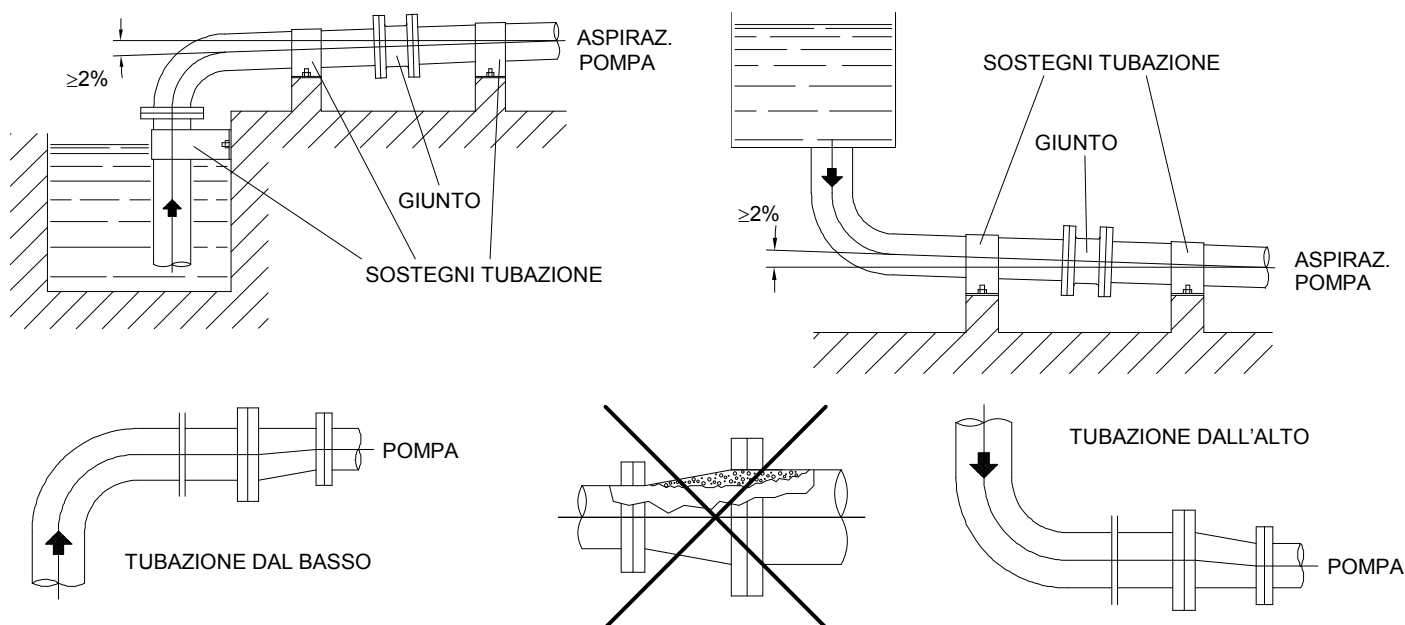

Fig. 5
Dopo aver individuato correttamente le posizioni e le dimensioni di tutte le connessioni necessarie all'interfacciamento della pompa con l'impianto di destinazione, bisognerà effettuare gli opportuni collegamenti delle tubazioni tra pompa ed impianto: collegare le flange di aspirazione (vedere la fig. 5) e di mandata della pompa e tutte le altre connessioni di servizio.
7.2.1 - Tubazione di aspirazione (vedere le fig. 5 e 6)